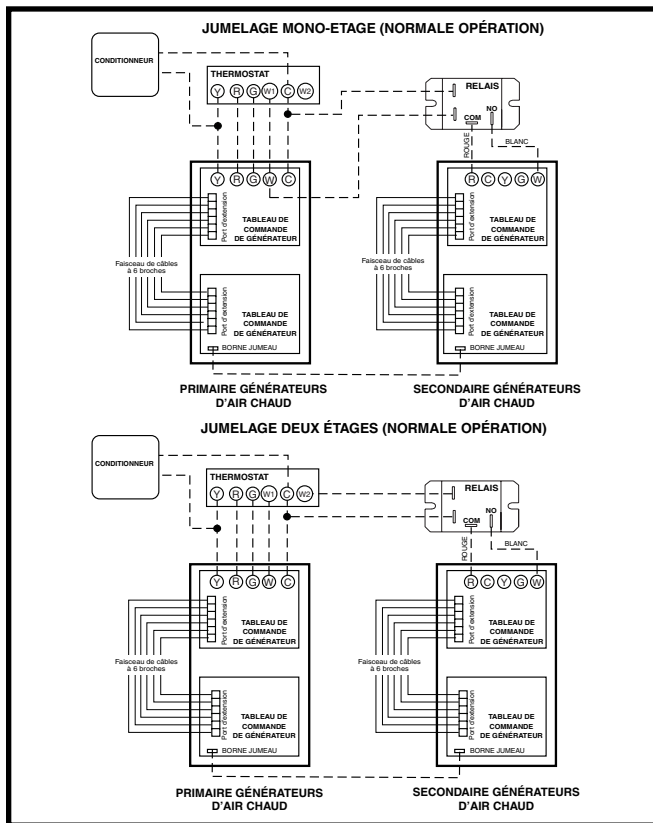

Figure 28. Jumelage mono-étage
- Le thermostat doit être installé conformément aux directives fournies par le fabricant du thermostat. Les branchements basse tension (24 V c.a.) du thermostat sont raccordés à la plaque à bornes intégrée dans le générateur d'air chaud. La Figure 28 illustre les raccordements appropriés pour les applications de chauffage seulement (deux fils) et les applications de chauffage et de refroidissement (quatre fils). Le calibre de fil minimal recommandé pour le câblage du thermostat est indiqué dans le Tableau 5 (page 24).
Générateurs d'air chaud mono-étage sont équipés avec les souffleurs à vitesse fixe; donc la borne jumelle sur les tableaux de commande de souffleur (Figure 28) peut être utilisée pour jumeler les générateurs d'air chaud mono. Le système de jumelage nécessite un relais (P / N 624843) dans le four secondaire pour un jumelage approprié :
- Pour le jumelage de générateurs d'air chaud mono-étage munis de souffleurs iSEER™ à vitesse fixe, consulter la Figure 28 (page 26) et les directives suivantes :
Pour le jumelage de générateurs d'air chaud mono-étage munis avec souffleurs à vitesse fixe, consulter la Figure 28 et les directives suivantes
- ✓ Vérifier le réglage du cavalier (pour la vitesse du ventilateur) sur le tableau de commande. Pour sélectionner la vitesse du ventilateur, consulter la Figure 28 et régler le cavalier sur le tableau de commande.
Les ordres de fonctionnement des modes de chauffage, de refroidissement et de ventilation sont décrits ci-dessous. Vérifier les schémas de câblage d'excitation et de câblage du générateur d'air chaud : Figure 26 \(page 25\), Figure 28 \(page 26\), Figure 32 \(page 32\) et Figure 33 \(page 33\).